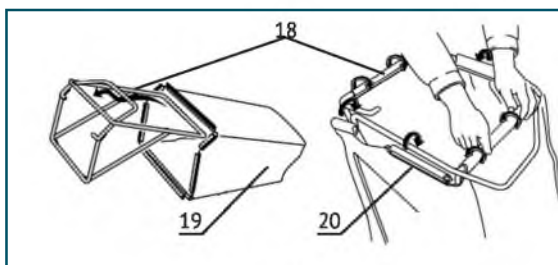

Рис.6
Вставьте раму травосборника (18) в мешок (19) и закрепите при помощи пластиковых креплений (20) как показано на Рис. 6.